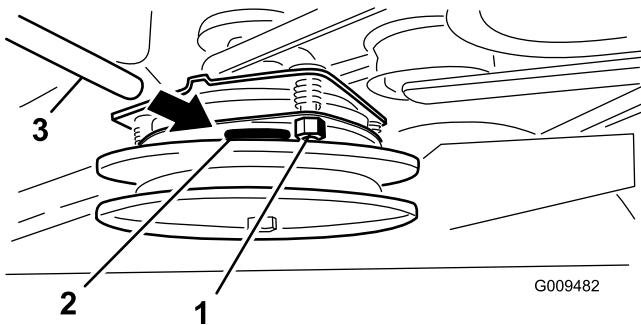

Figura 58
- Si no es correcto, ajuste el entrehierro a 0.381 mm (0.015 pulgadas) en cada una de las tres posiciones de la ranura de ajuste. Apriete las contratuercas hasta fijar ligeramente la galga pero dejando que ésta se pueda mover con facilidad en el entrehierro (Figura 58).